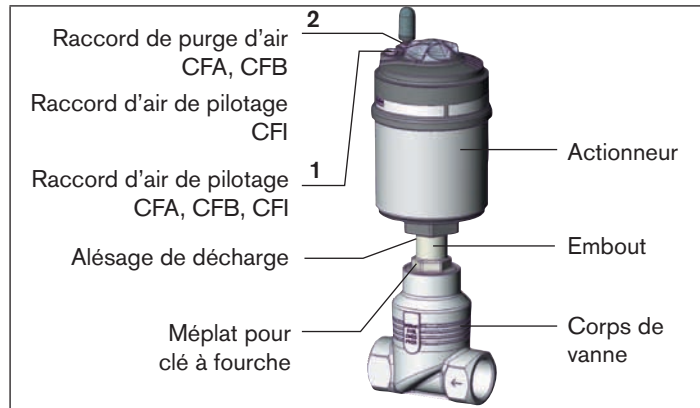

Fig. 25 : Désignation des pièces
- Avec la fonction **A** et **I** raccord d'air de pilotage **1** une pression de 6 - 8 bars (voir « Fig. 25 : Désignation des pièces »).
- Avec la fonction **B** raccord d'air de pilotage **2** une pression de 6 - 8 bars (voir « Fig. 25 : Désignation des pièces »).